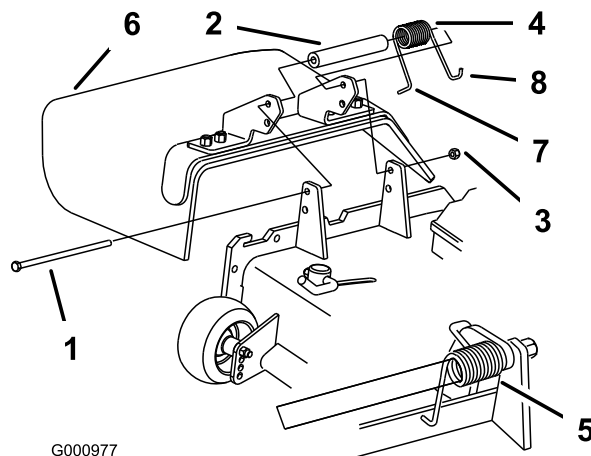

Bild 35
1. Entfernen Sie die Sicherungsmutter, Schraube, Feder und das Distanzstück, mit denen das Ablenkblech an den Drehhalterungen befestigt ist (Bild 35). Entfernen Sie defekte oder abgenutzte Ablenkbleche.
**Hinweis:** Stellen Sie sicher, dass sich das L-Ende der Feder hinter der Mähwerkkante befindet, bevor Sie die Schraube einsetzen, wie in Bild 35 dargestellt.
3. Setzen Sie die Schraube und Mutter ein. Führen Sie das J-förmige Hakenende der Feder um das Ablenkblech (Bild 35).